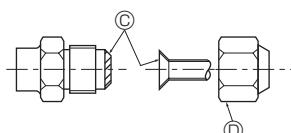

Fig. 4-1
(Ⓐ) (Fig. 4-1)
(Ⓑ) (Fig. 4-1)
4.2. Boruların bağlanması (Fig. 4-1)